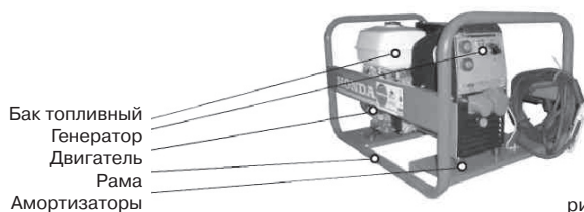

рис. 1
**1.1.1.3** Общий вид электроагрегата приведен на рис. 1